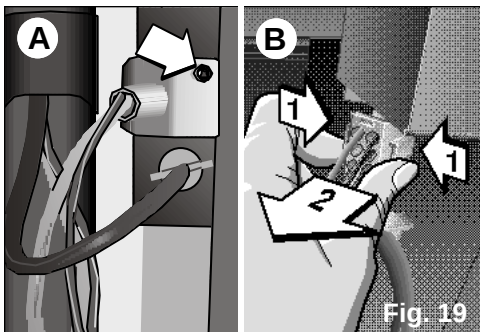

Fig. 19
- ☐ Para extrair a ligação eléctrica, retire o parafuso e retire a tampa que o tapa, **Fig. 19 A**. Pressione as patilhas laterais da ficha com cuidado e retire-a do seu posicionamento. **Fig. 19 B**.
Certifique-se de que a ligação eléctrica fica tapada pela tampa e presa com o parafuso correspondente. Fig. 19.